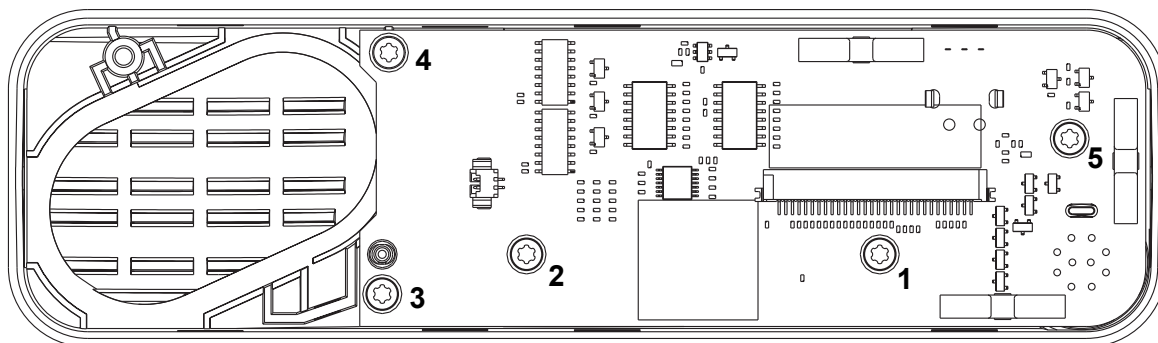

Figura 5-37 Secuencia de apriete de los tornillos
- d. Usando un destornillador TORX™ T10, apriete los cinco tornillos a aproximadamente 0,882 N-m (7,8 lb-pulg.) en la secuencia mostrada en la Figura 5-37.